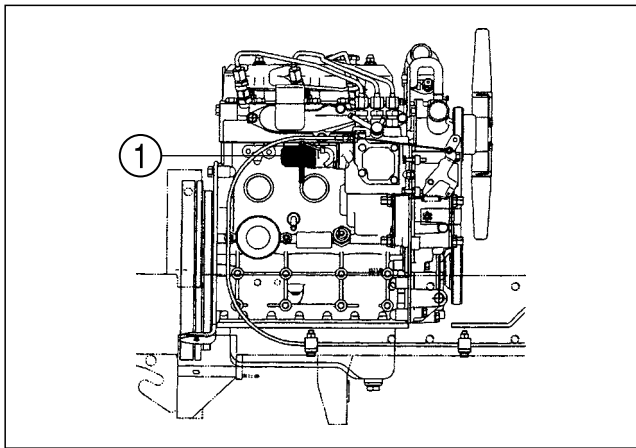

FIG. 4-5
FIG. 4-5 : Si le moteur ne s'arrête pas lorsque vous mettez le commutateur principal sur arrêt, ouvrez le capot du côté gauche et enfoncez l'extrémité de la solénoïde (1), jusqu'à ce que le moteur s'arrête. Consultez votre concessionnaire si l'utilisation manuelle de l'arrêt moteur est nécessaire.